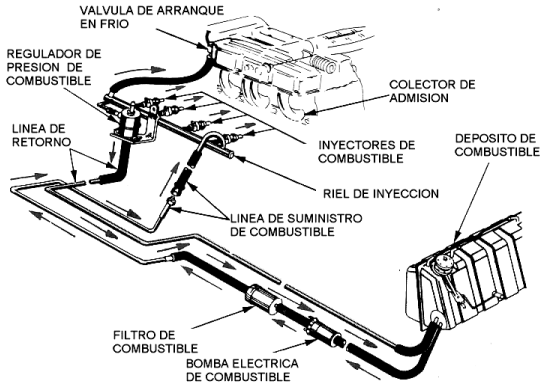

Figura 3.15
- **Bomba Externa:** este tipo de bomba de combustible está dispuesta fuera del tanque, en línea con el conducto del combustible (figura 3.15). Este tipo de bomba fue utilizado en los primeros modelos de los sistemas EFI, en automóviles europeos como BMW, Mercedes Benz, Volvo y VW.